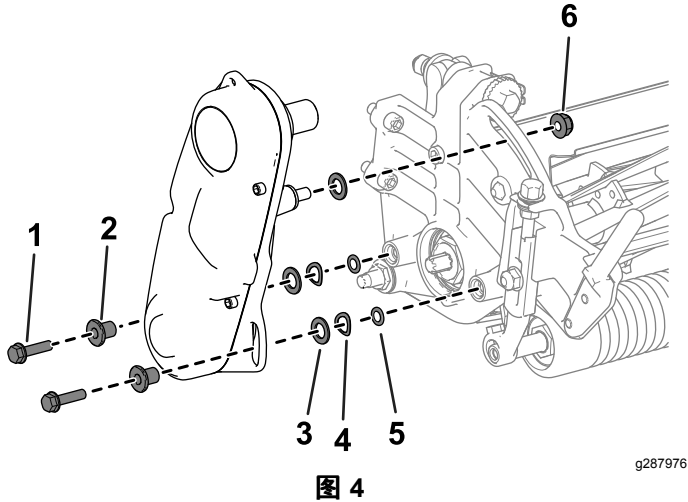

图 4
1. 卸下将滚刀驱动组件固定到侧板上的五金件图 4。
2. 从侧板上卸下滚刀驱动组件、扁平垫圈、弹簧垫圈、隔片和 O 形圈图 4。